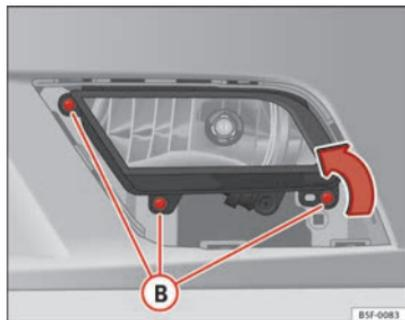

Fig. 147 Faro antiniebla
- Retire los tornillos (3x) ⇒ fig. 147 (B) para extraer el faro antiniebla.